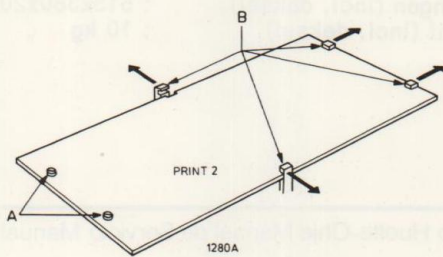

Fig. 5
- Vervangen van potentiometers (Fig. 5)**